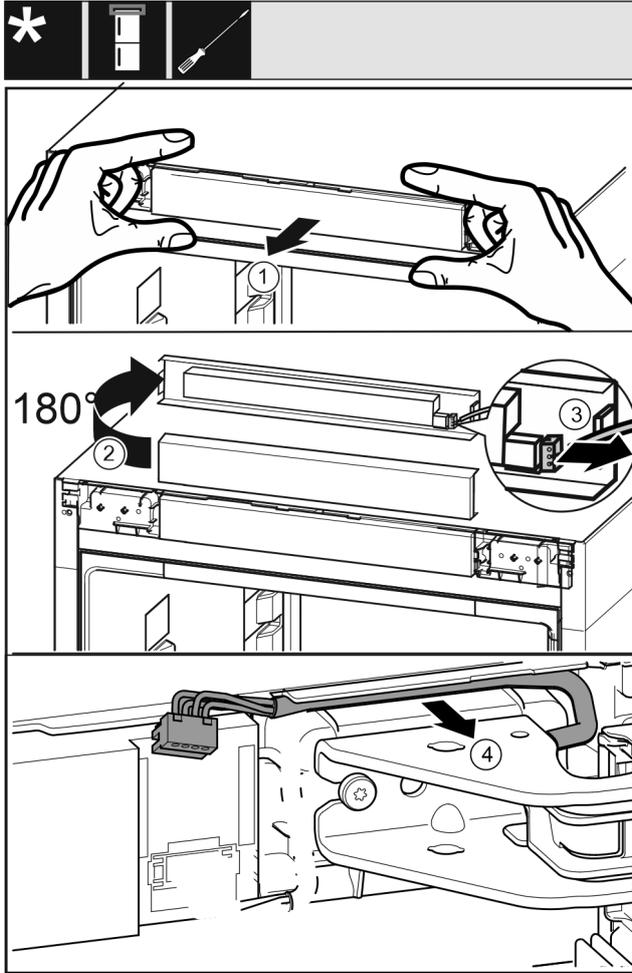

Fig. 21
- ▶ 小心地向前松开控制面板 Fig. 21 (1)。
- ▶ 将控制面板 Fig. 21 (2)向上旋转 180°。
- ▶ 向后按住止动凸缘 Fig. 21 (3)，并小心地拉出插头。
- ▶ 将托架上方电缆 Fig. 21 (4)小心地从导向装置上松开。